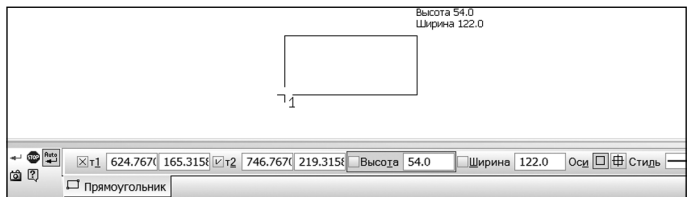

Рис. 10.63. Команда «Прямоугольник»
- Кнопка **Прямоугольник** предназначена для построения прямоугольника по двум диагональным точкам (рис. 10.63).